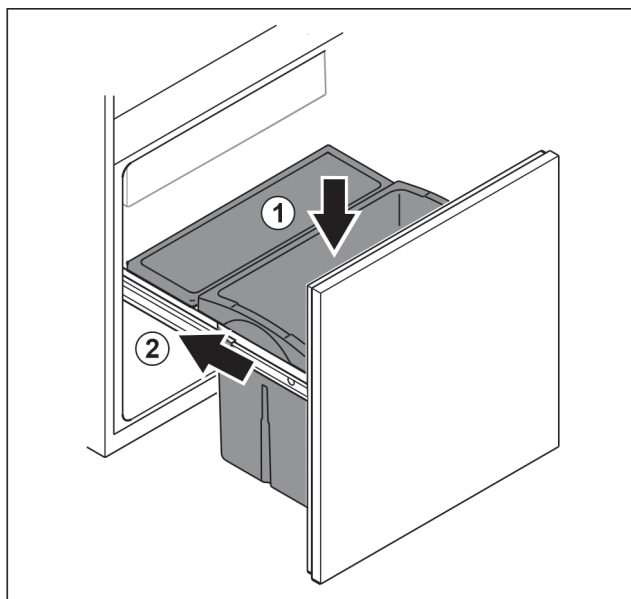

Fig. 81
- ▶ Introduceți sertarul de sus. Fig. 81 (1)
- ▶ Inserați căruciorul de extragere. Fig. 81 (2)